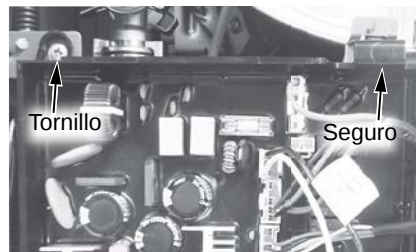

Figura 30 - Ubicación de la placa de control.
- 2 Ubique los dos (2) tornillos en la parte inferior de la cubierta del gabinete. Use un destornillador Phillips para retirar los tornillos. Deje los tornillos a un lado en un lugar seguro para volver a instalarlos.
- 4 Ubique el tornillo que fija el panel de la placa de control, como se muestra en la Figura 30. Use un destornillador Phillips para retirar el tornillo y déjelo a un lado en un lugar seguro para volver a instalarlo.